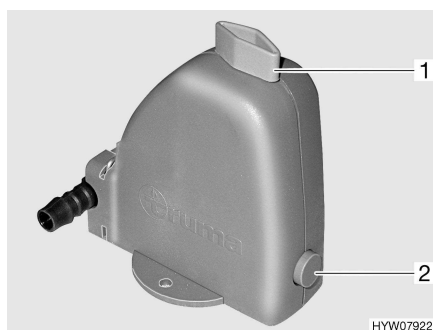

Bild 84 Säkerhets-/avtappningsventil
Värmesystemet är utrustat med en säkerhets-/avtappningsventil (Bild 84). Säkerhets-/avtappningsventilen gör så att vattnet i varmvattenberedningen inte fryser till is när det är frost och värmesystemet inte är påslagen.
- Stäng säkerhets-/avtappningsventilen. Ställ vredet (Bild 84,1) diagonalt mot säkerhets-/avtappningsventilen och tryck in tryckknappen (Bild 84,2).
- Öppna säkerhets-/avtappningsventil. Vrid då vredet (Bild 84,1) mot säkerhets-/avtappningsventilen. Tryckknappen (Bild 84,2) skjuts ut. Nu töms varmvattentanken via säkerhets-/avtappningsventilen utomhus.